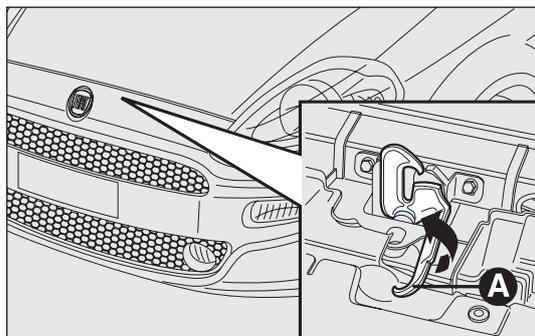

fig. 101
- tirer la manette A-fig. 101 comme indiqué sur l'illustration ;